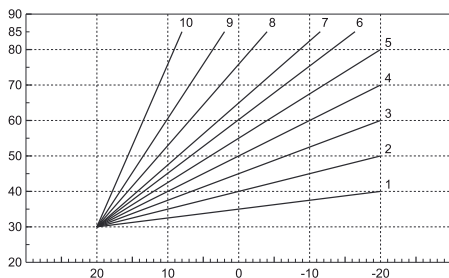

fig. 24 - Curvas de compensación
- **Curvas:** seleccione esta opción y pulse las teclas "+" y "-" lado sanitario ( ) para regular la curva deseada entre 1 y 10. Si la curva se programa en 0, se deshabilita la regulación con temperatura adaptable (véase fig. 24 - Curvas de compensación).